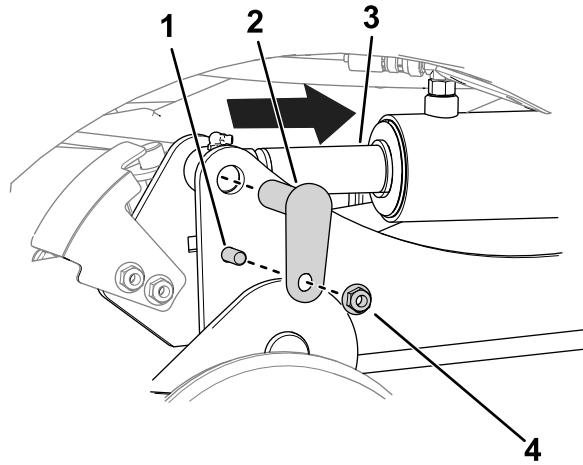

Bild 7
- Verwenden Sie einen Austreiber, um die Löcher der Zylinderstange mit den Löchern des Hubarms auszurichten (Bild 7).
- C. Verwenden Sie zwei Schrauben ($\frac{3}{8}$ " x $1\frac{1}{4}$ "), zwei Muttern ($\frac{3}{8}$ ") und zwei kleine Stifte, um die Hubarme an den Zylindern zu befestigen (Bild 7).